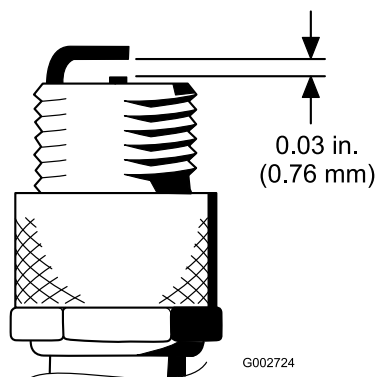

Figura 40
4. Ajuste a folga existente entre a zona central e lateral do elétrodo para 0,76 mm, como se mostra na Figura 40.